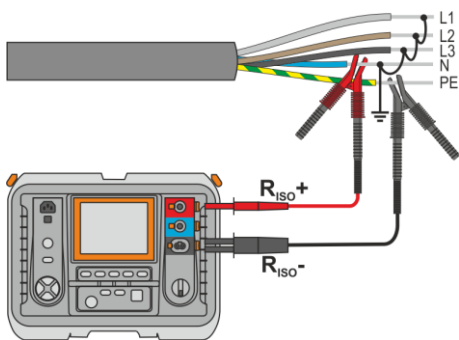

Fig. 4.1. Misura del cavo non schermato
- Per i cavi elettrici, va misurata la resistenza d'isolamento tra ogni conduttore e gli altri messi in corto e a terra (**Fig. 4.1**, **Fig. 4.2**). Nei cavi schermati si cortocircuita anche lo schermo con i cavi.